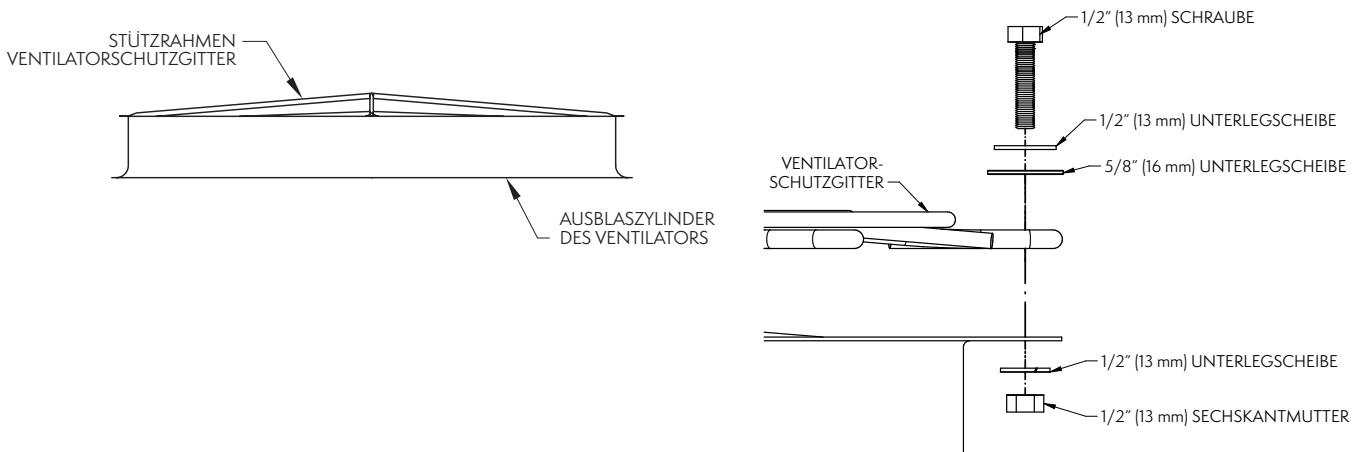

Abb. 24 – Zusammenbau von Stützrahmen und Ventilatorschutzgitter
1. Platzieren Sie den Stützrahmen für das Ventilatorschutzgitter oben auf dem Ausblaszylinders (wie in **Abb. 24** dargestellt).
4. Nutzen Sie jede Bohrung für die Befestigung des Schutzgitters am Ausblaszylinder (wie in **Abb. 24** dargestellt). Verschrauben Sie die Gitter und den Stützrahmen an den vier* Auflagepunkten auf dem Ausblaszylinder.